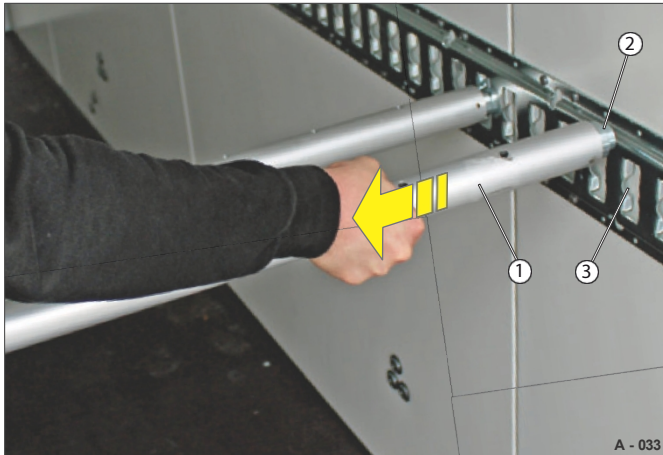

Fig. 33 Oplåsning af låsestangen
- Tryk låsestangen (fig. 33/1) sammen, så endestiften (fig. 33/2) kommer ud af surringsskinnen (fig. 33/3).